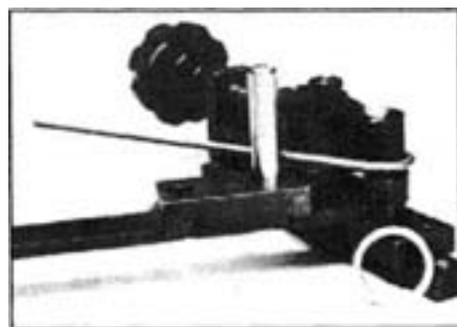

Figure 7
3. Si vous faites des rouleaux, vous pouvez vouloir utiliser une entretoise pour les cintrages répétitifs pour vous assurer que les espaces entre les boucles sont réguliers comme sur la Figure 7.